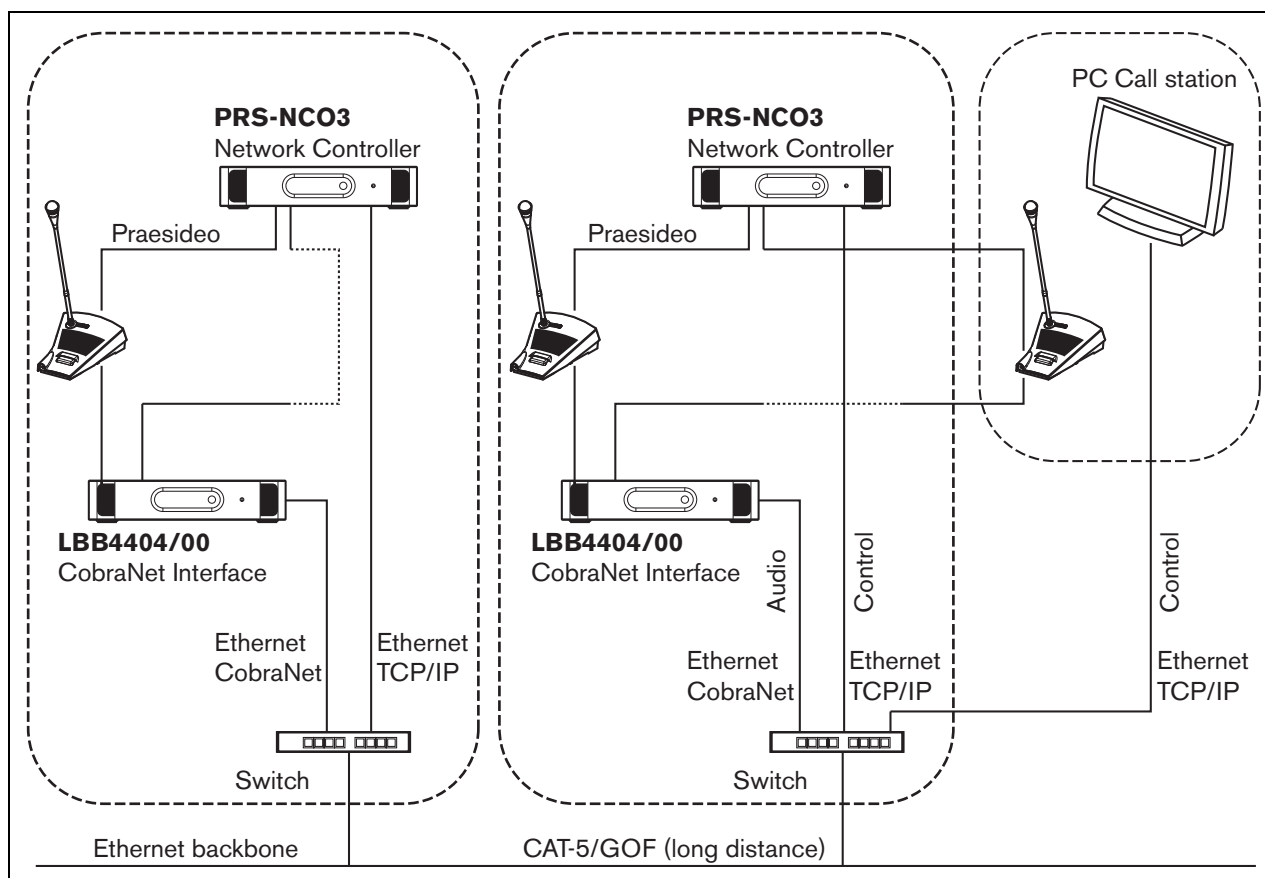

figura 33.4: Ligação de sistemas
- Ligar sistemas Praesideo (consulte um exemplo na figura 33.4).